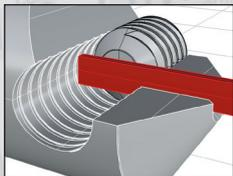

Figure 2 : lame bien insérée
1) Glisser la lame dans le porte-lame supérieur (haut de la scie), en s'assurant qu'elle soit bien insérée jusqu'au fond (l'extrémité de lame doit venir buter contre la paroi fileté de l'orifice : figure 2), puis bloquer la molette de serrage.
2) Vérifier l'extrémité inférieure de la lame en la plaquant contre le porte-lame : son extrémité doit au moins recouvrir la vis BTR du porte-lame (figure 2).